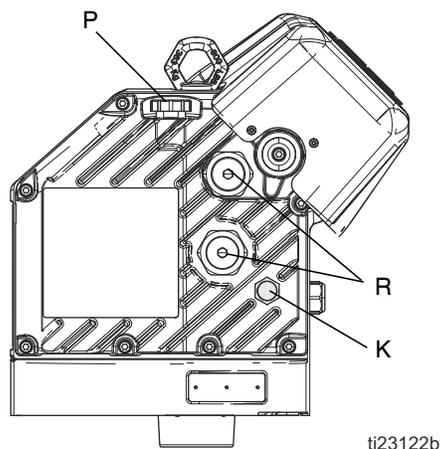

FIG. 9 : Jauge et bouchon de remplissage d'huile
3. Ouvrir le bouchon de remplissage (P) et ajouter de l'huile synthétique EP sans silicone pour engrenages ISO 220 Graco réf. 16W645. Vérifier le niveau d'huile dans la jauge (K). (Consulter FIG. 9.) Remplir jusqu'à ce que le niveau d'huile se trouve près de la moitié de la jauge. La capacité d'huile est d'environ 0,9 à 1,1 litre (1,0 à 1,2 quart). **Ne pas trop remplir.**
4. Remettre en place le bouchon de remplissage d'huile (P).
Vérifier le niveau d'huile dans la jauge (K). (Consulter FIG. 9.) Le niveau d'huile doit se situer environ à la moitié de la jauge lorsque le pulvérisateur n'est pas en marche. S'il y a trop peu d'huile, ouvrir le bouchon de remplissage (P) et ajouter de l'huile synthétique EP sans silicone pour engrenages ISO 220 Graco réf. 16W645. Voir FIG. 9.
Voir FIG. 9. Les précharges de roulement (R) sont réglées en usine et ne peuvent pas être ajustées par l'utilisateur. Ne pas régler les précharges de roulement.